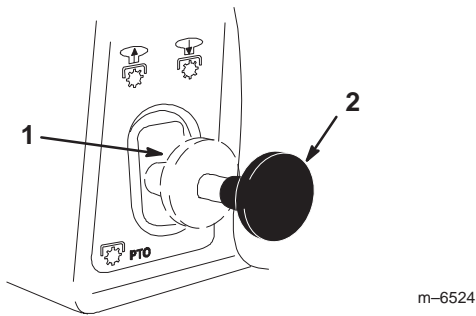

Figure 13
1. Tirez la commande de prise de force (PDF) en position **engagée** (Fig. 13).
1. Poussez la commande de prise de force (PDF) en position **désengagée** (Fig. 13).